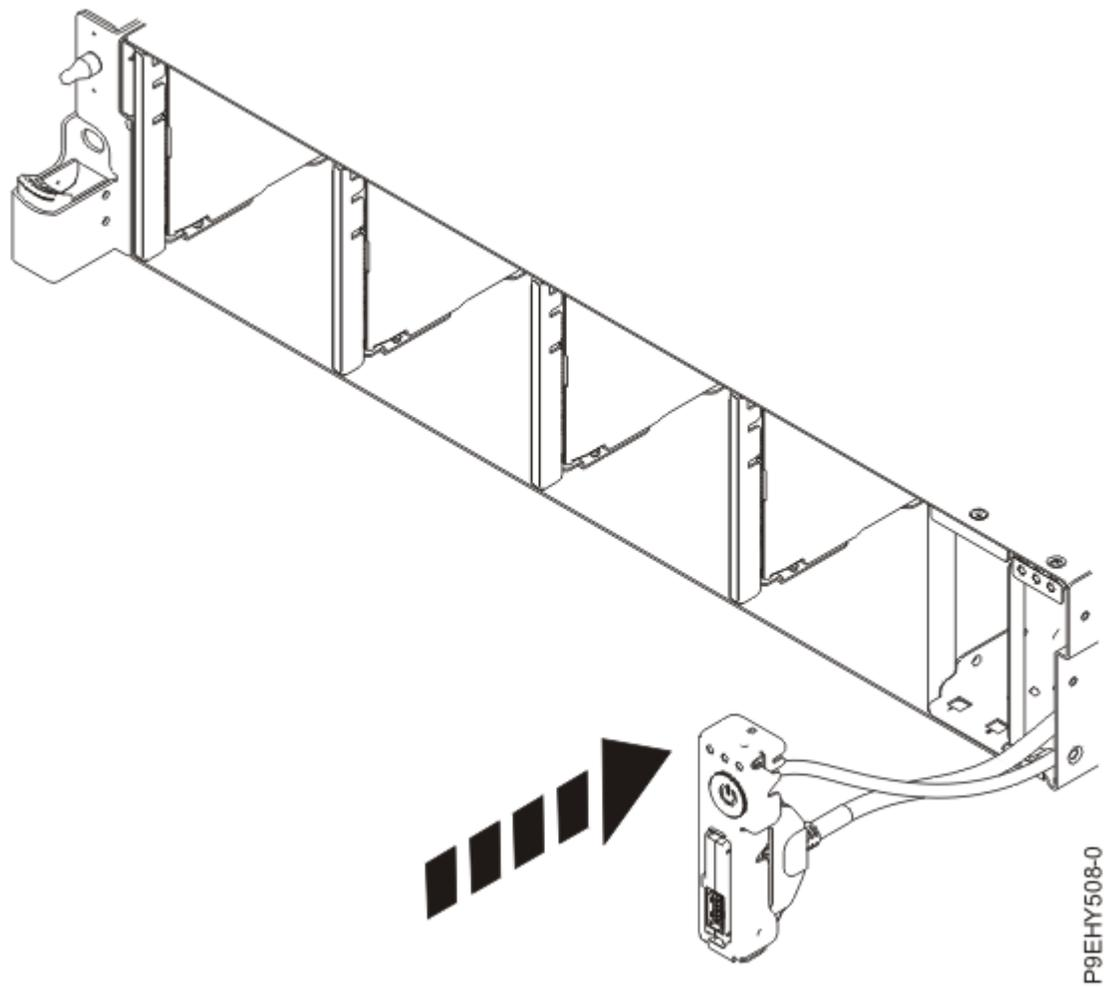

Figure 106. Remise en place du câble USB avant dans le fond de panier système
4. Insérez le Câble USB et l'ensemble interrupteur d'alimentation et cordon dans le système, comme illustré dans la Figure 106, à la page 131. Prenez soin d'acheminer les câbles jusqu'au fond de panier système.